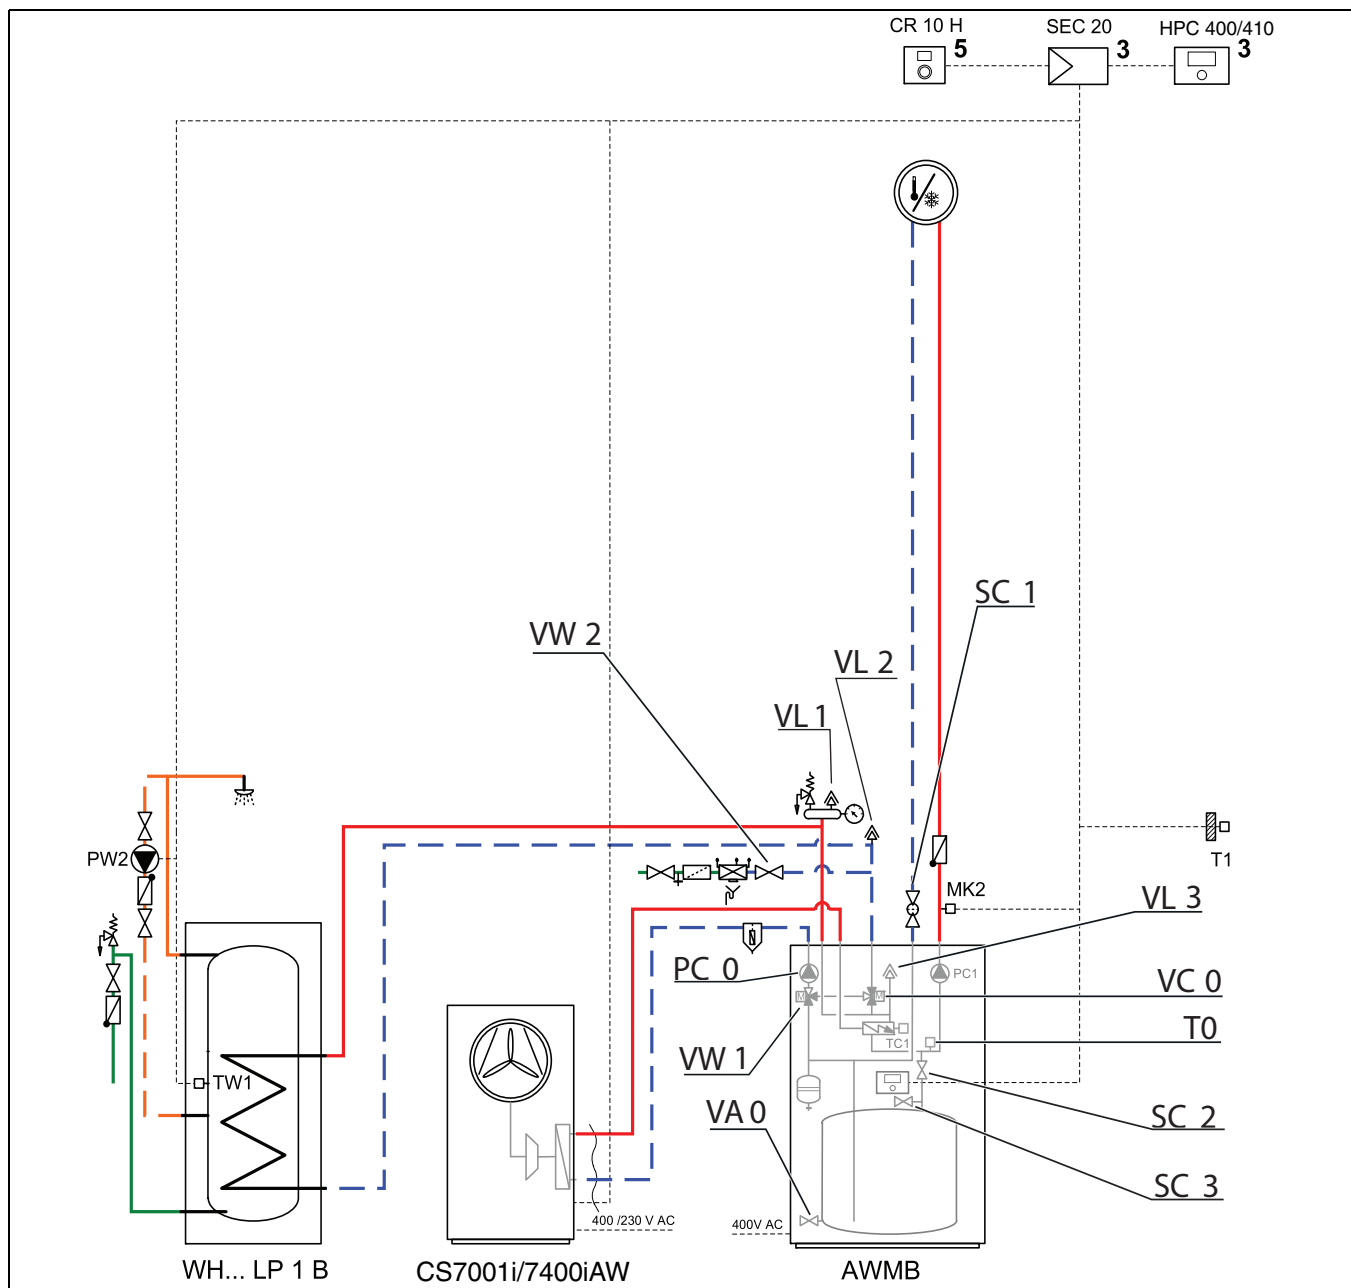

Bild 26 Inneneinheit und Heizungsanlage
- Automatisches Entlüftungsventil VL1, VL2 und VL3 (→ Abb. 26) durch Abschrauben der Kapfen öffnen.
- Filterventil SC1 schließen, Absperrventil SC2 (→ Abb. 26) schließen und sicherstellen, dass sich VW1 (→ Abb. 26) in der Position (B) für Zentralheizungsbetrieb befindet.
- Kleinen Entleerhahn öffnen SC3 (→ Abb. 26).
- Schalter VW1 manuell in WW-Position (A) bringen. Dazu den Stellantrieb des Ventils entfernen und das Ventil mit einen 7-mm-Schraubenschlüssel oder einer Zange um 60 Grad zu jeder Seite drehen. Den Stellantrieb nach dem Entfernen an einem trockenen Platz lagern. Nicht in der Nähe des Entleerhahns SC3.